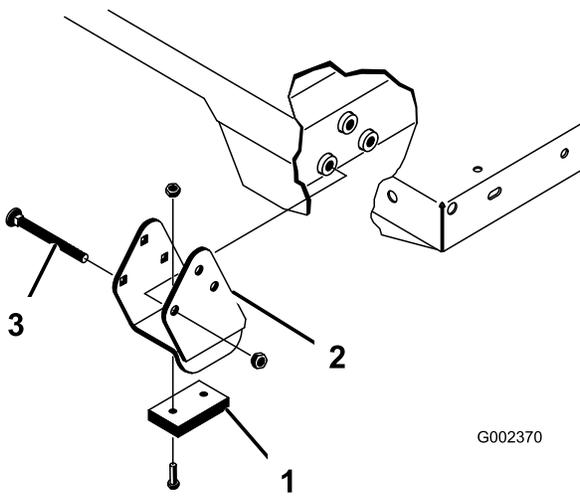

図 34
**注** スペーサブラケットとウェアブロック(図 34)はキャリッジボルトで固定しますが、このボルトは必ず頭を機械内側に向けてください。
2. 荷台を慎重に車両フレームの上に乗せる。後部にある荷台のピボットプレートの穴とリアフレームチャンネル鋼材の穴を揃えて、クレビスピンとリンチピン各2個を取り付ける 図 34。
4. クレビスピンは荷台の外側から差し込み、リンチピンが荷台の外側に向いているようにする 図 34。